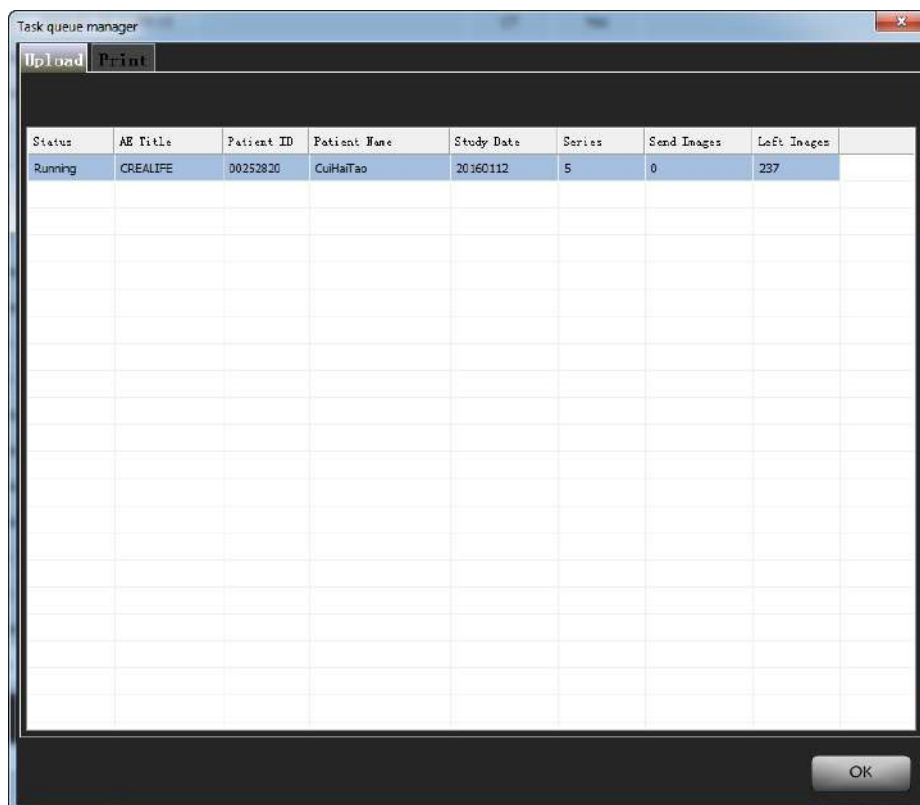

Рисунок9-3 Успешная выгрузка изображения
4. Прогресс выгрузки можно посмотреть в [Queue Management] /*Организация очереди*/, как это показано на Рисунок9-3.